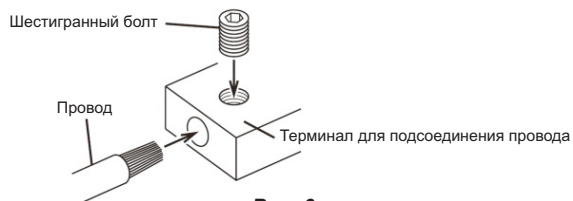

Рис. 6
3. Открутите болт, ввернутый в терминал. Вставьте оголенный конец провода в терминал. Надежно зафиксируйте провод в терминале, закрутив прилагаемый болт (Рис.6).